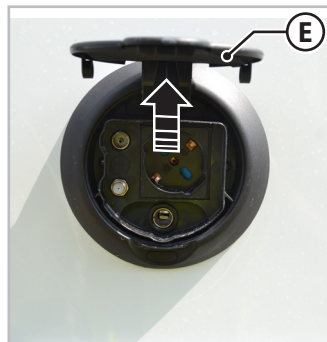

Fig. 6.34 - Ekstern multimedieuttak
2. Løft lokket (E - Fig.6.34) av stikkontakten som er plassert på siden av kjøretøyet.